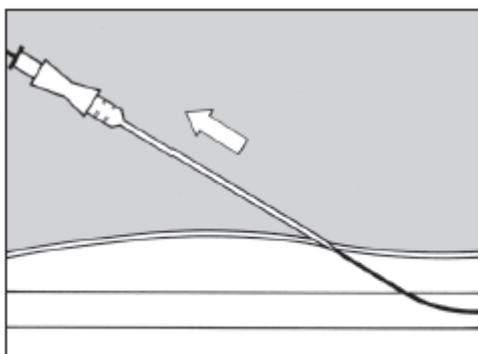

Fig. 5
- b) Introduzir o fio guia J na veia, quando a posição correta for alcançada, remover a agulha. (ver fig.5)